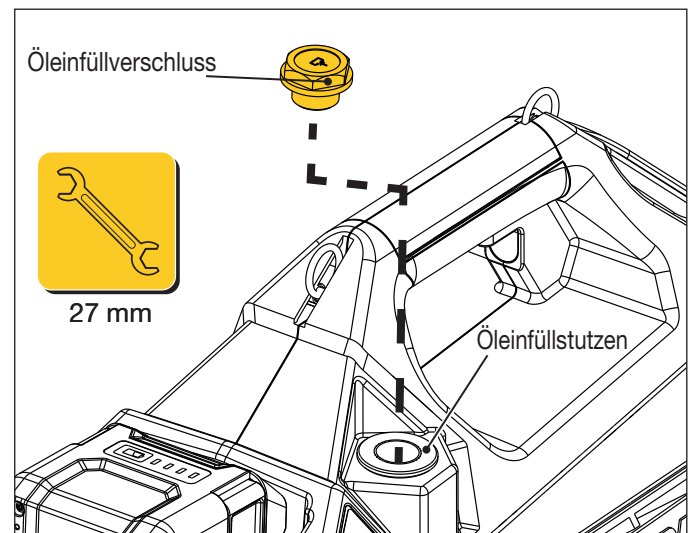

Abbildung 12: Öleinfüllöffnung
2. Halten Sie bei eingeschaltetem Netzschalter (I) die Druckablasstaste  oder  gedrückt, um den restlichen Hydraulikdruck im System abzulassen.
3. Schalten Sie den Netzschalter der Pumpe aus (O).
5. Entfernen Sie den Öleinfüllverschluss von der Einfüllöffnung. Verwenden Sie dazu einen 27 mm Schlüssel. Siehe Abbildung 12.
2. Halten Sie bei eingeschaltetem Netzschalter (I) die Druckablastaste  oder  gedrückt, um den restlichen Hydraulikdruck im System abzulassen.
4. Entfernen Sie den Öleinfüllverschluss von der Einfüllöffnung. Verwenden Sie dazu einen 27 mm Schlüssel. Siehe Abbildung 12.